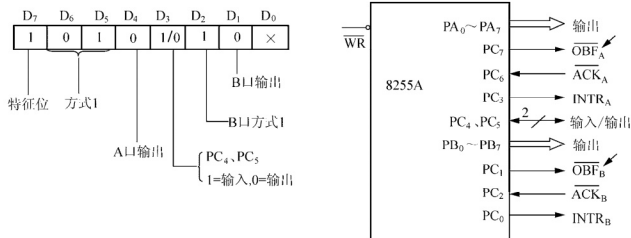

图 7.7 方式 1 下 A 口、B 口均为输出
- ① 当外设准备好数据送到 A 口线上时,发出 $\overline{STB}=0$ 的信号。
- ② 8255A 接收到此负脉冲信号后自动完成:一是将数据输入到输入缓冲/锁存器;二是将内部的 IBF 置位,使 IBF 变为高电平,通知外设已收到数据。
- ③ 8255A 在检测到 \overline{STB} 变为高电平、IBF=1 和 INTE=1 同时有效时,置位 INTR,向 CPU 申请中断。
- ④ 在响应中断后,进入中断服务子程序读取 8255A 端口数据,在 \overline{RD} 的下降沿将 INTR 复位。本次输入结束,可进入下一次输入操作。
(2) 方式 1A 口、B 口均为输出方式,其控制字格式和连接图如图 7.7 所示。